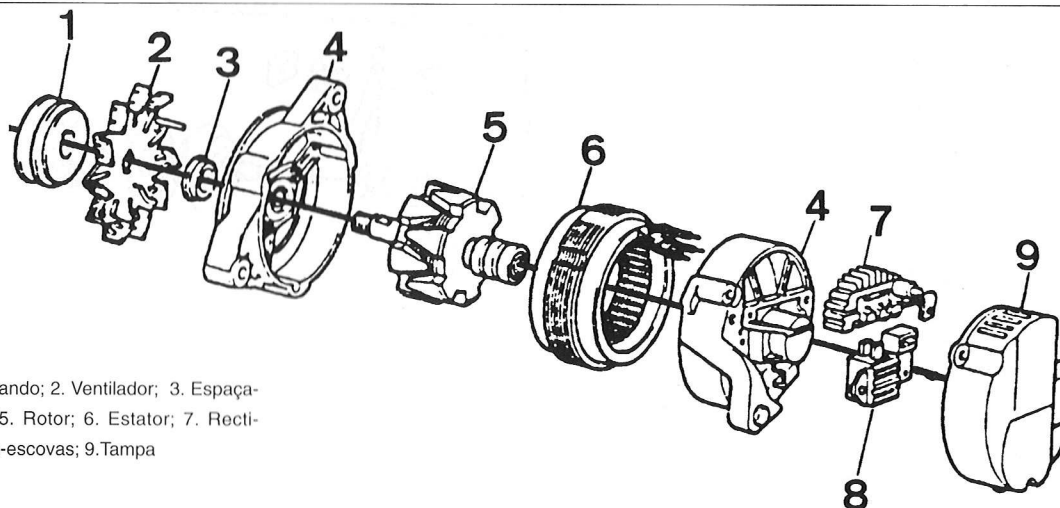

Fig. 92
9.2.1. ALTERNADOR (Fig. 92)
Nota: As operações de desarmar e armar do alternador não apresentam dificuldades especiais (ver a Fig. 92). Deve verificar no entanto: